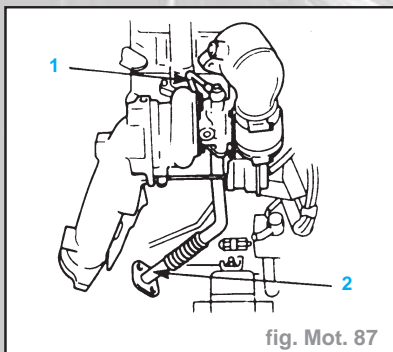

fig. Mot. 87
- Débrancher le tuyau d'alimentation en huile (1) du turbocompresseur et du bloc-cylindres, déposer le tuyau de retour d'huile (2) du bloc-cylindres (fig. Mot. 87).